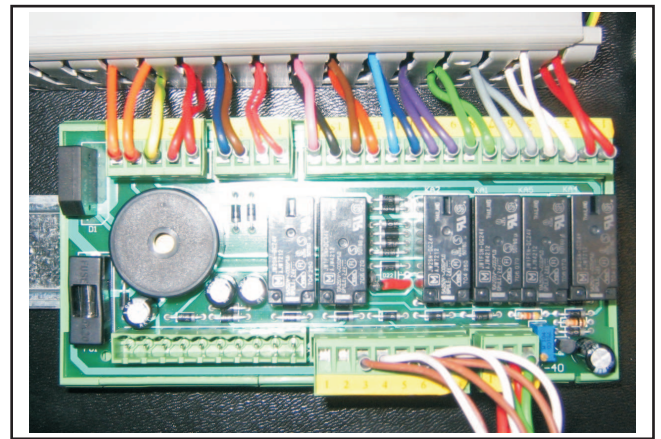

Fig.32
- Connect the cables to the terminal board of the control unit fig. 32
- Collegare i cavi che fuoriescono dalle basi del sollevatore, alla morsettieria della centralina fig.32